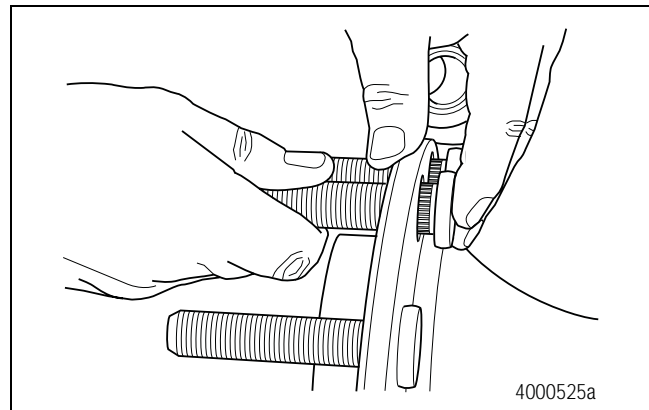

Figura 6.30
8. Coloque los nuevos pernos en la maza. Alinee las protuberancias de los pernos con las impresiones en el orificio para pernos de la maza. Figura 6.30.